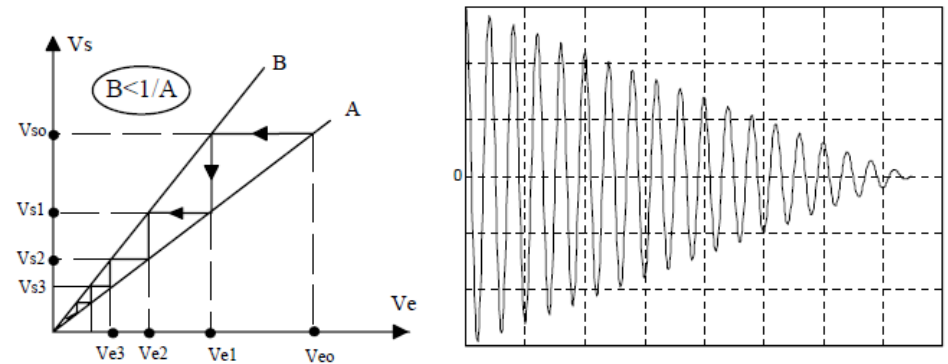

Figure 3 : Extinction du signal d'un oscillateur, $A \cdot B < 1$
- Au bout d'un certain temps, on se retrouve avec $A \cdot B < 1$, soit $B < 1/A$, le signal ramené par **B** à l'entrée est légèrement inférieur à V_e (qui l'a généré), donc **Vs sera un peu plus faible que précédemment** et ainsi de suite jusqu'à extinction du signal. Ce phénomène est illustré sur la **figure 3**.